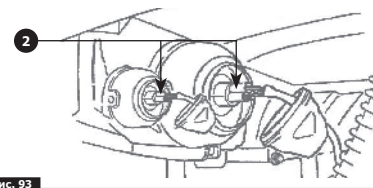

Рис. 93
2. Отсоедините разъём **2** **Рис. 93** фары.